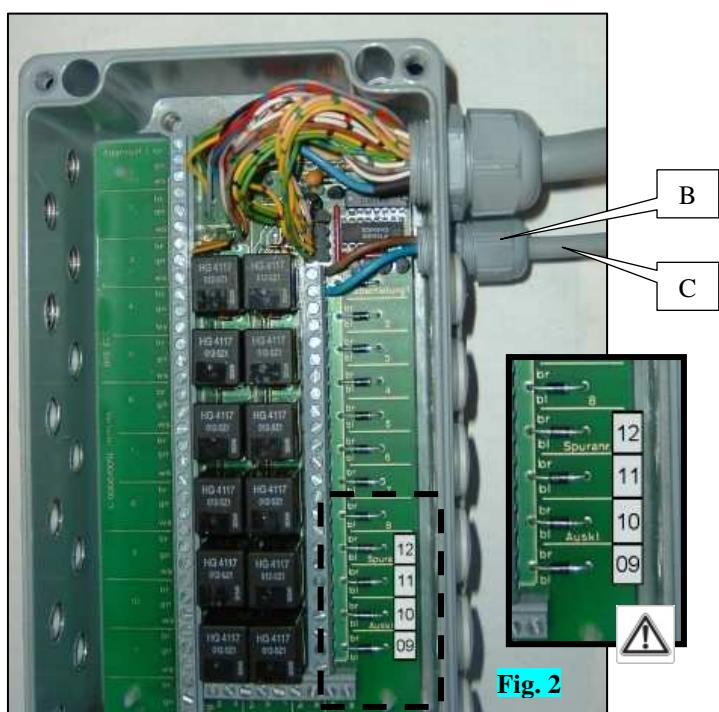

Fig. 2
6. Anschließen des Kabelbündels (Abb. 2)
6. Aansluiting van de leidingbus (fig. 2)
6. Conexión del mazo (fig. 2)
6. Collegamento del fascio (fig. 2)